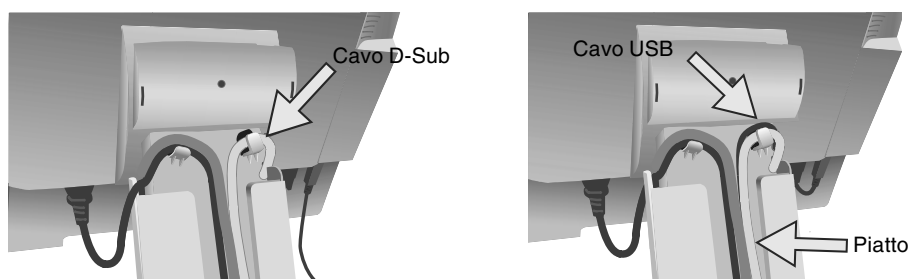

Figura C.3
8. Assicurarsi che tutti i cavi siano piatti contro il supporto (**figura C.3**).